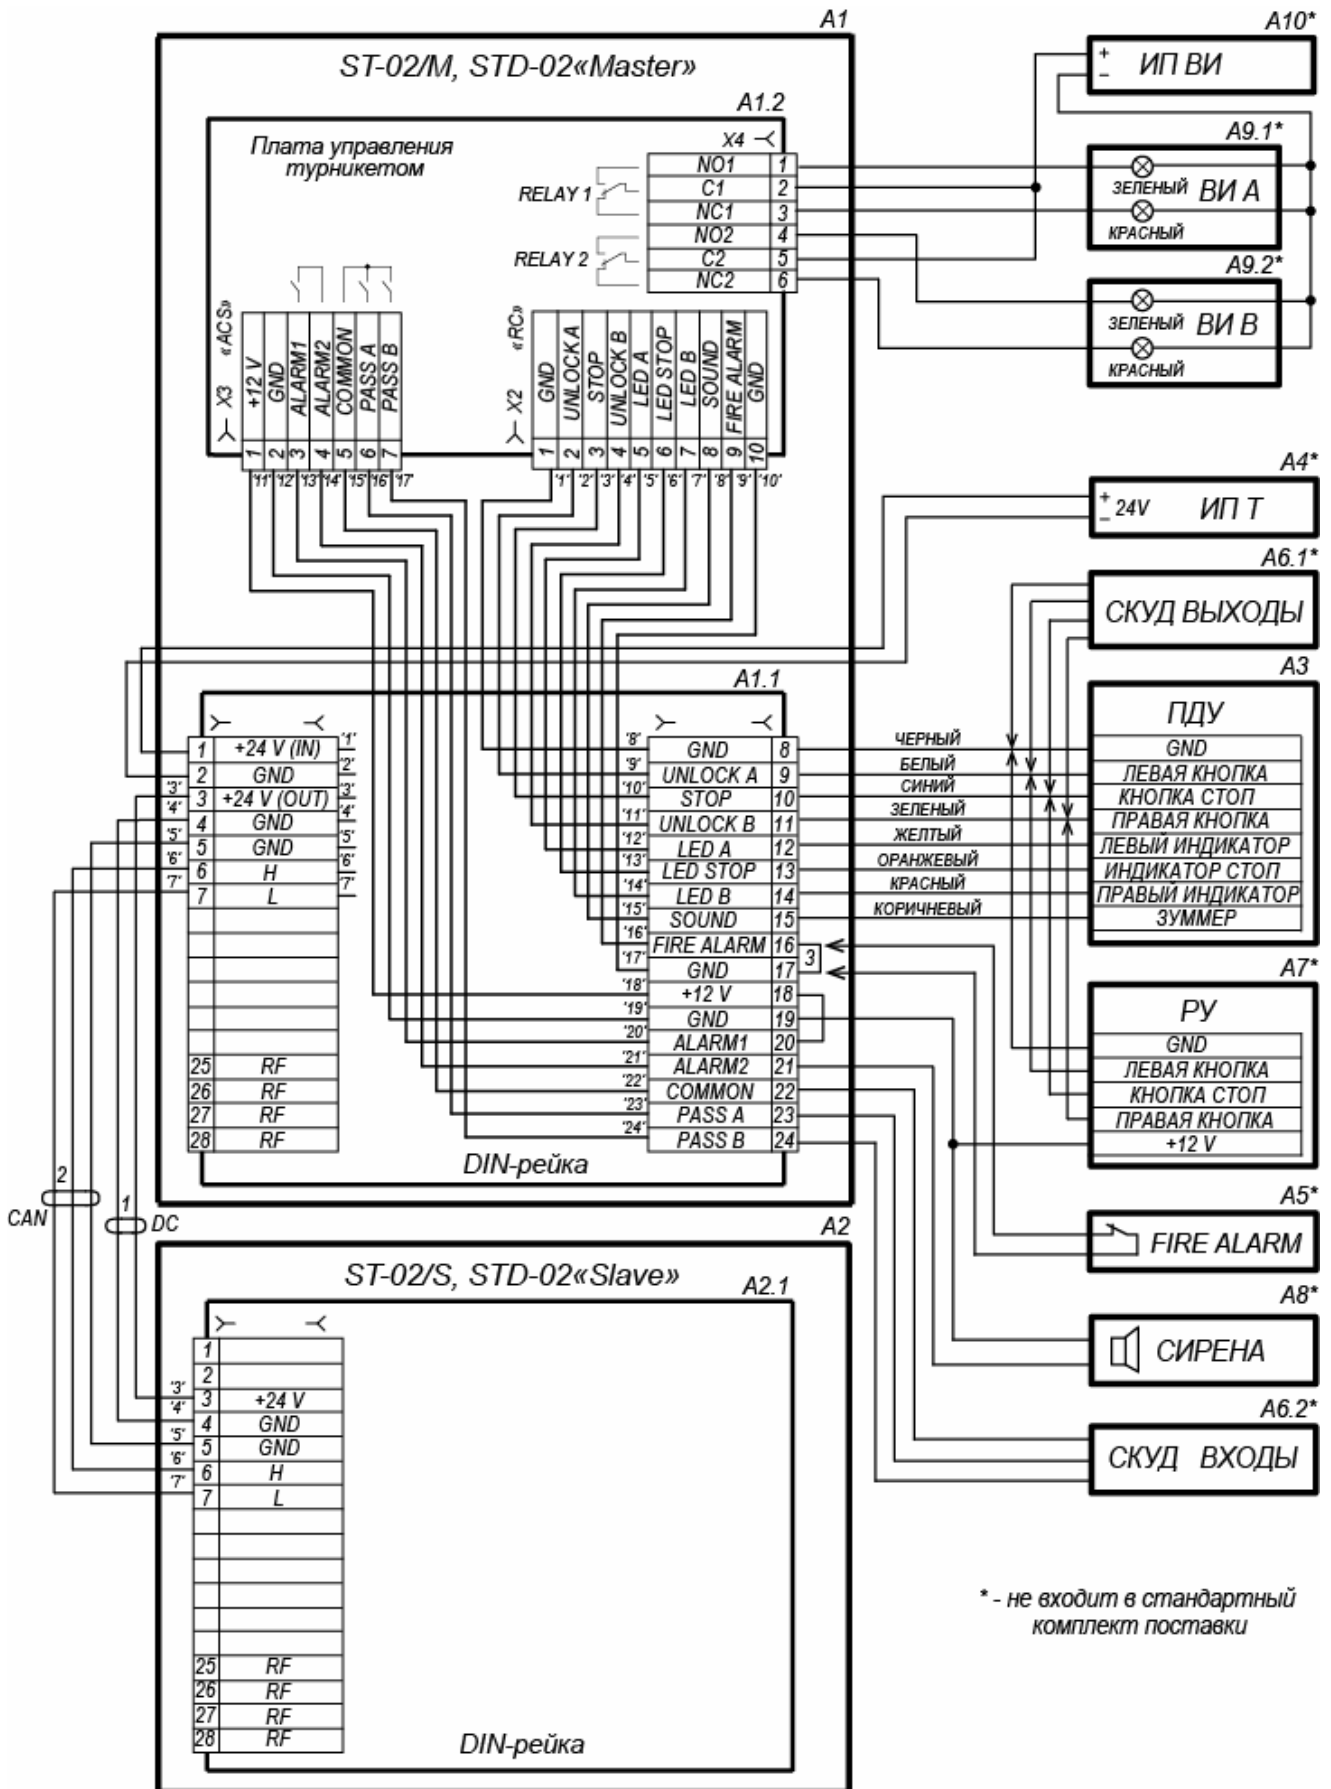
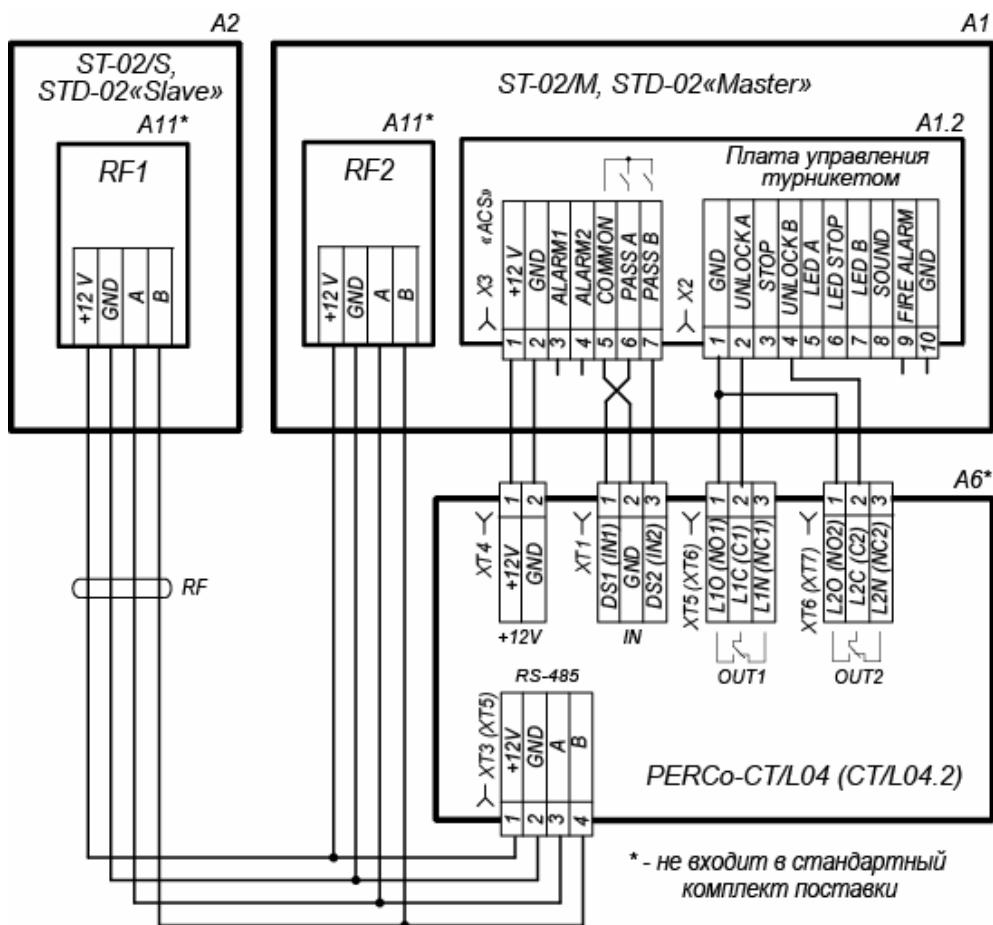

Рисунок 17. Схема электрических соединений турникета
Рисунок 18. Вариант подключения к турникету контроллера СКУД *PERCo-CT/L04*
- каналы, соединяющие отверстия для ввода кабелей противоположных секций (сторон двусторонней секции) одной зоны прохода – для подводки соединительных кабелей DC (9) и CAN (10)1, а также по необходимости при установке встроенных в турникет считывателей – кабель для соединения считывателя из секции *Slave* с контроллером СКУД (кабель RF на схемах на рис. 16 и рис. 18).
17. Выньте изнутри каждой секции (стороны секции) и подключите внешние соединительные кабели к выносной колодке подключения согласно схеме электрических соединений турникета (см. рис. 17). Вставьте и закрепите на место выносную колодку. Аккуратно уложите подсоединенные к ней кабели внутри корпуса секции.
Для удобства входы и выходы встраиваемого в турникет контроллера СКУД могут подключаться не к контактам DIN-рейки, как показано на схеме (рис. 17), а непосредственно к соответствующим им контактам платы управления (разъемы **X2** и **X3**, рис. 6). Вариант схемы подключения представлен на рис. 18.